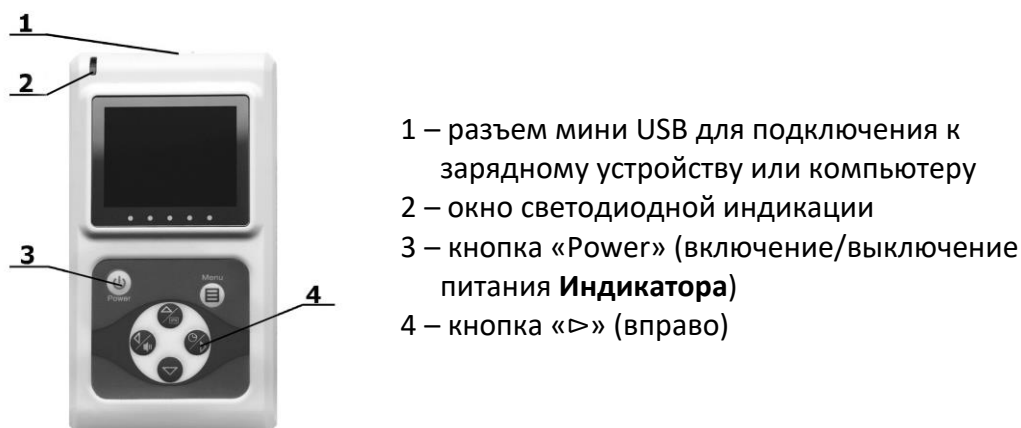

Рис. 1 Внешний вид **Индикатора** RadiaScan-501(601, 701)
Внешний вид **Индикатора** RadiaScan-501(601, 701) представлен на Рис. 1.
- убедитесь, что **Индикатор** выключен (не реагирует на кратковременные нажатия кнопок) и, если это не так, выключите его длительным нажатием на кнопку Power (см. Рис. 1 метка 3);
- используя USB-кабель из комплекта поставки, подайте внешнее питание на USB-разъем **Индикатора** (см. Рис. 1 метка 1) от зарядного устройства, либо от USB-порта компьютера.
Через несколько секунд после подачи внешнего питания загорится красный сигнал в окне светодиодной индикации (см. Рис. 1 метка 2) – признак процесса заряда аккумуляторов. При этом мигающий зеленый сигнал сообщает, что прибор запитан от внешнего источника.
Когда Индикатор выключен или работает в режиме ГАММА, процесс заряда можно явно запустить и остановить длительным нажатием на кнопку «▷» (см. Рис. 1 метка 4).